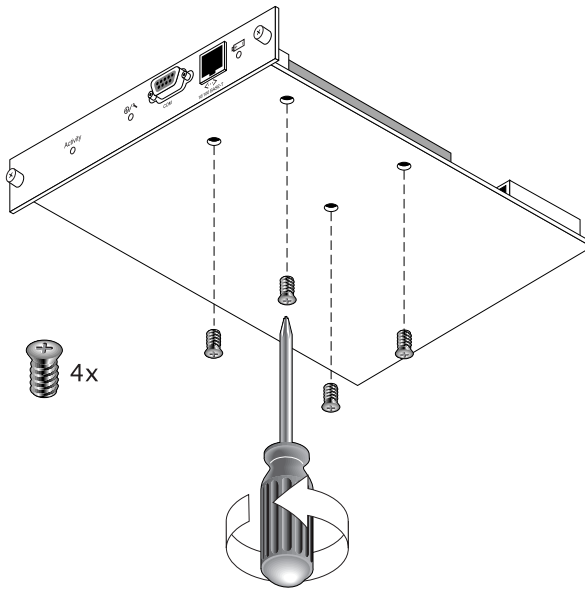

FIGURE 4-6 Partie inférieure du module du contrôleur pendant le retrait des vis
4. Retirez les vis de la partie arrière du module pour libérer la batterie du module comme indiqué dans la FIGURE 4-6.